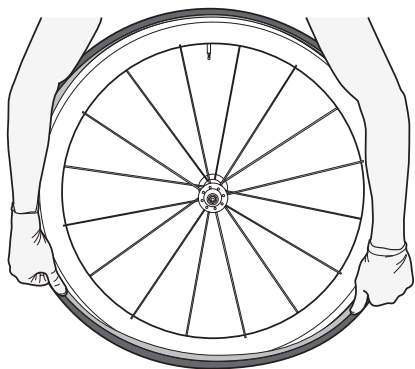

Figura 35.
7. Continuare a lavorare sullo pneumatico, premendolo dentro il cerchio fino a lasciare pochi centimetri dello pneumatico fuori dal tallone del cerchio (Figura 35).